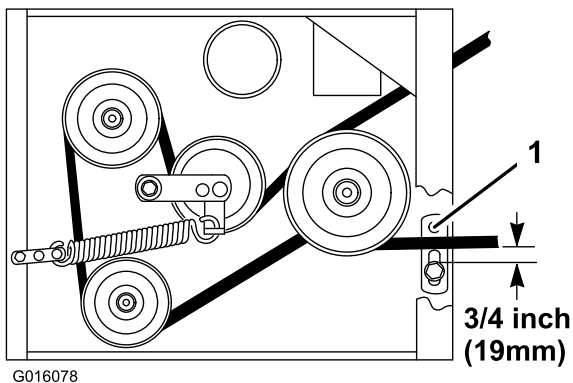

Figura 48
8. Compruebe que la guía de la correa, situada debajo del bastidor del motor, está ajustada correctamente (Figura 48).
Nota: Cuando la correa del cortacésped está engranada, asegúrese de que la distancia entre la guía de la correa y la correa del cortacésped es de 19 mm (Figura 48). Ajuste la guía de la correa del cortacésped si es necesario. La correa no debe rozar ni salirse de la polea si las guías están correctamente ajustadas.